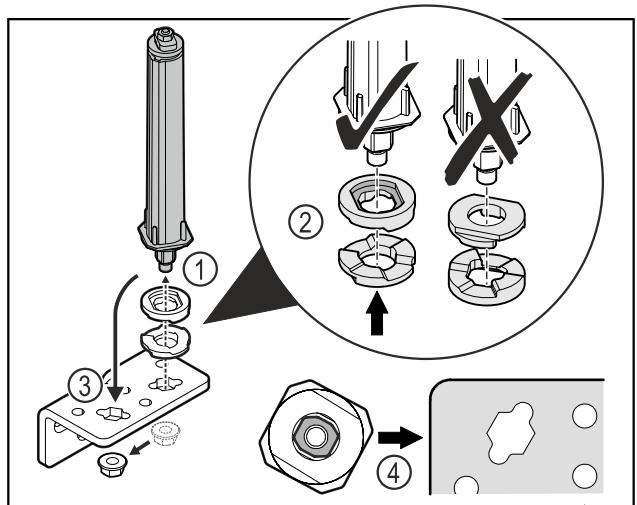

Fig. 28
- Mutter lösen und Türschließsystem entfernen Fig. 28 (1).
- Auf die korrekte Ausrichtung der Höhenverstellscheiben achten Fig. 28 (2).
- Türschließsystem im Scharnierwinkel umsetzen und mit der Mutter fixieren Fig. 28 (3).
- Beim Einsetzen auf die korrekte Ausrichtung des Türschließsystems achten Fig. 28 (4).